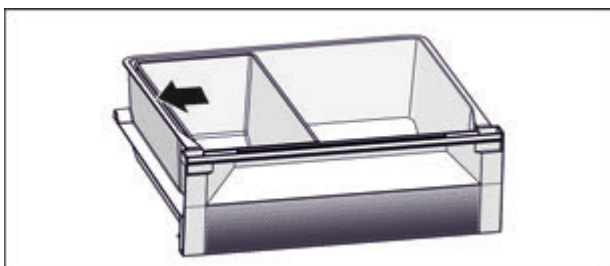

Fig. 6
- ▶ Позиціонувати ящик Fish & Seafood. Із зображеним положенням Ви отримувате оптимальну функцію охолодження (див. Fig. 6) .